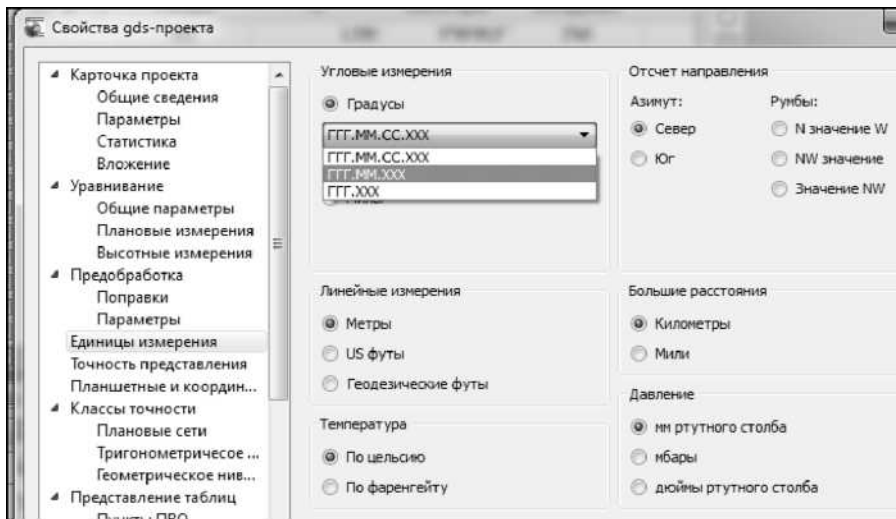

Рис. 9.1
2. Настройте представление угловых величин, открыв Свойства проекта и выбрав пункт Единицы измерения. Выберите единицы измерения как показано на рис. 9.1. Точность представления углов - 0,1'. Нажмите кнопки [Применить], [ОК].